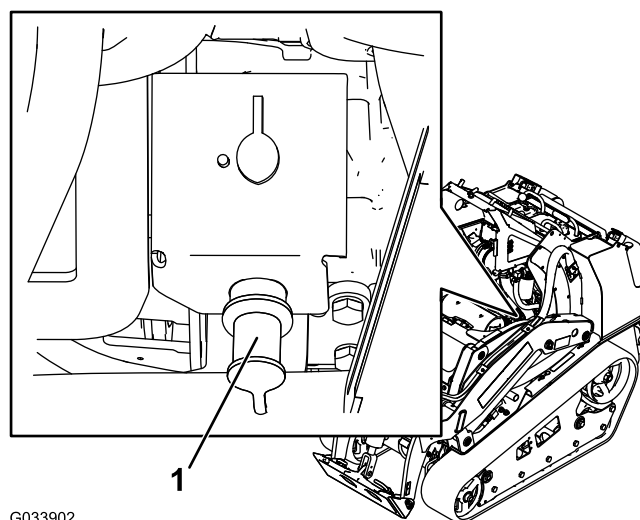

Рисунок 51
2. Снимите крышку со штыря запуска от внешнего источника (Рисунок 51).
3. Подсоедините конец положительного (+) соединительного кабеля к штырю запуска от внешнего источника (Рисунок 51).